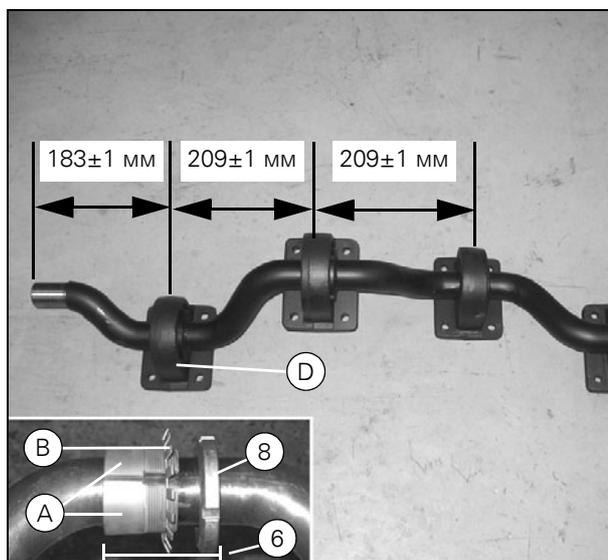

Рисунок 9
Установка подшипникового корпуса на кривошип — четыре наиболее удаленные зажимные гайки на каждой стороне устанавливаются по направлению к центру машины. (D) (Рис. 9).